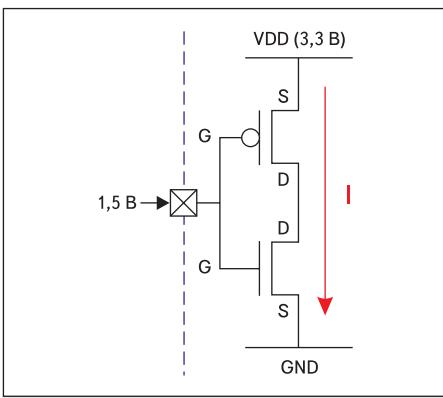

Рис. 5. Возникновение утечки на цифровом входе
3. Аналоговые сигналы (либо сигналы, уровень напряжения которых не определен) не должны подаваться на линии портов ввода/вывода, сконфигурированных как цифровой вход. Сигналы на входе, находящиеся в зоне неопределенного логического уровня, будут создавать «эффект перемычки», приоткрывая верхний и нижний транзистор входного цифрового буфера. На рис. 5 приведен пример, где на обоих транзисторах напряжение затвор-исток больше порогового напряжения их открытия, а значит, создается резистивная связь между питанием и «землей».